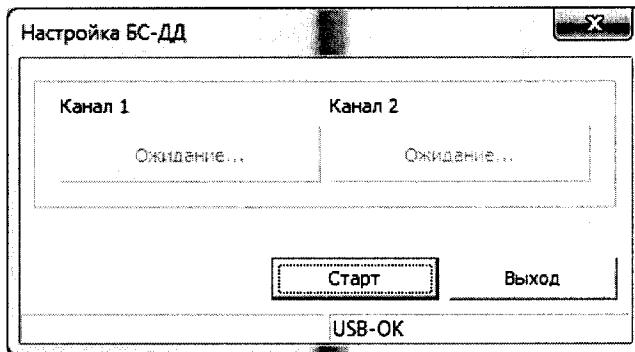

Рисунок 3
8.4.2 Установить на калибраторе токовой петли Fluke 715 выходное напряжение ( $5,000 \pm 0,005$ ) В. В поле «Настройка БС-ДД» окна «BS\_DD\_1\_Tst» нажать кнопку «Настройка», появится окно «Настройка БС-ДД» (рисунок 3). В данном окне нажать кнопку «Старт».